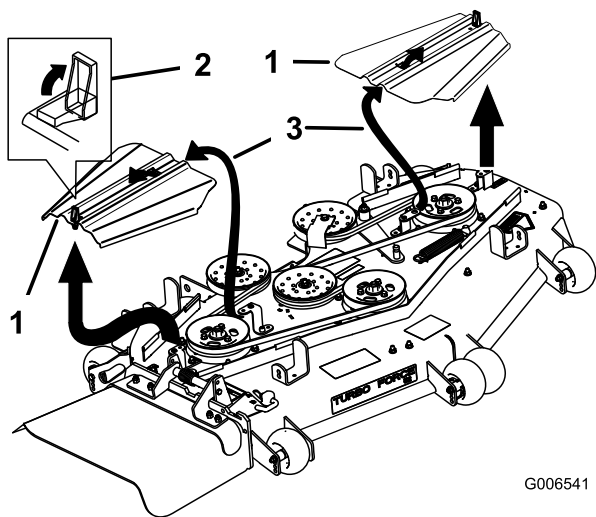

Figure 71
3. Retirez les couvercles de courroie (Figure 71).